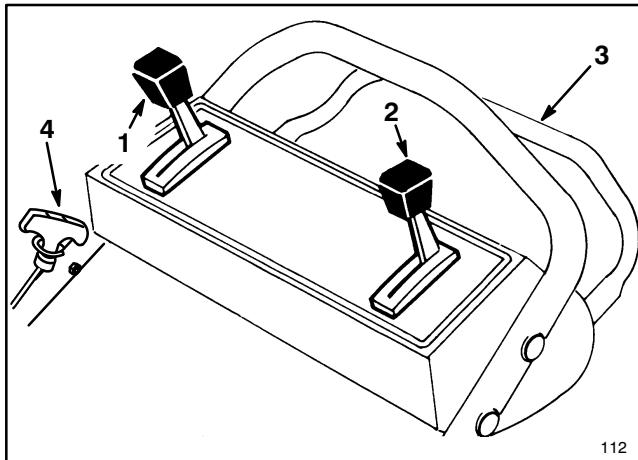

Abbildung 9
Seilstarter befinden sich am oberen Griff (Abb. 9).
- FAHRGESCHWINDIGKEIT (Abb. 9) — Schieben Sie den Hebel für die Fahrgeschwindigkeit in die